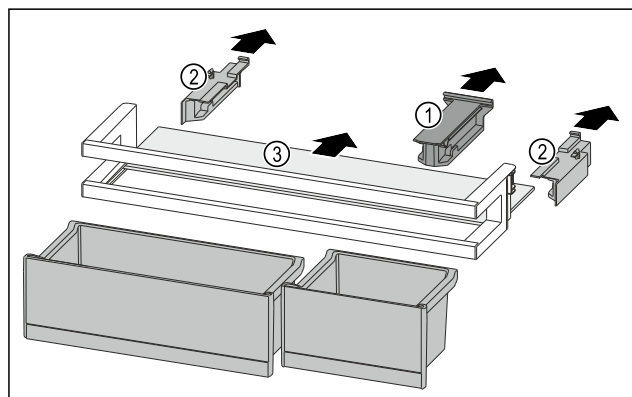

Fig. 140
- ▶ Húzza le a tartóelemet Fig. 140 (1).
- ▶ Húzza le az oldalsó részeket Fig. 140 (2).
- ▶ Vegye ki a tárolólapot Fig. 140 (3).